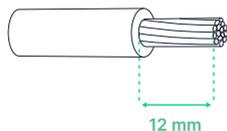

Fig. 7 - Longitud del desajuste.
13. Pele 12mm de aislamiento de cada uno de los conductores del cable de alimentación. **(Fig. 7 - página 19)**